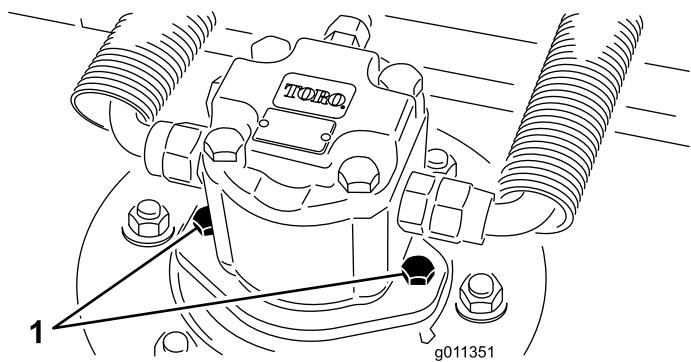

Figura 101
2. Desconecte y retire el motor hidráulico de la unidad de corte (Figura 101). Tape la parte superior del eje para evitar la contaminación.
- Instale el motor hidráulico en la carcasa (Figura 101). Asegúrese de que la junta tórica está correctamente colocada y que no está dañada.